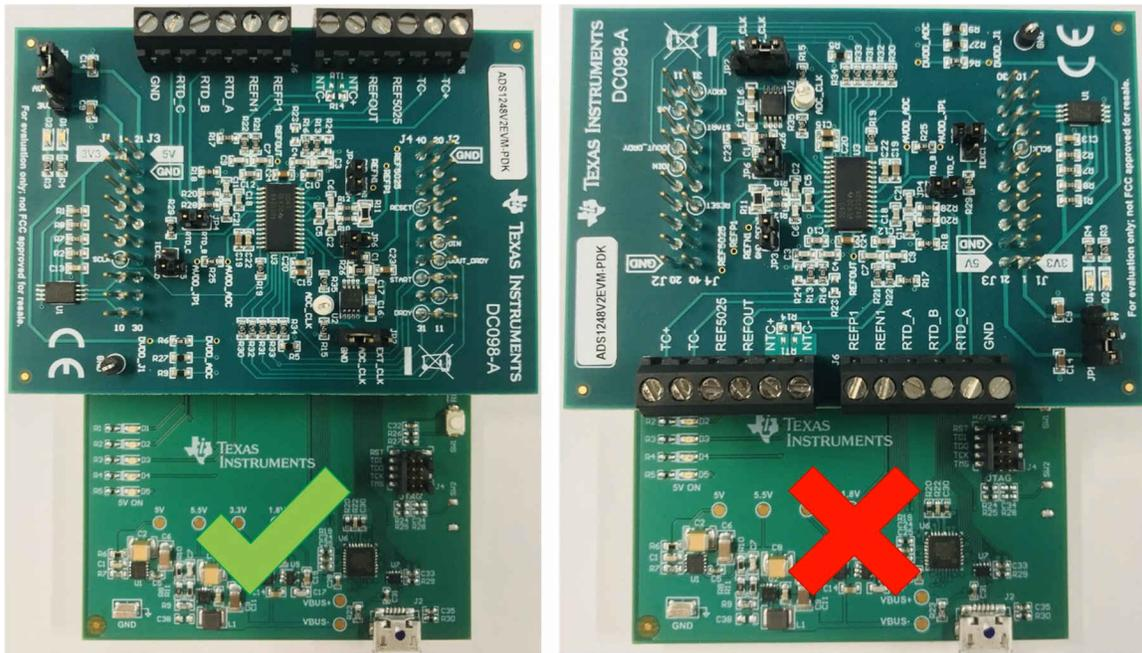

图 2-1. 将 ADS1x48EVM 连接到 PAMB 板
2. 如有必要，可以将 ADS1x48EVM 连接到 PAMBoard，如图 2-1 中的左图所示。